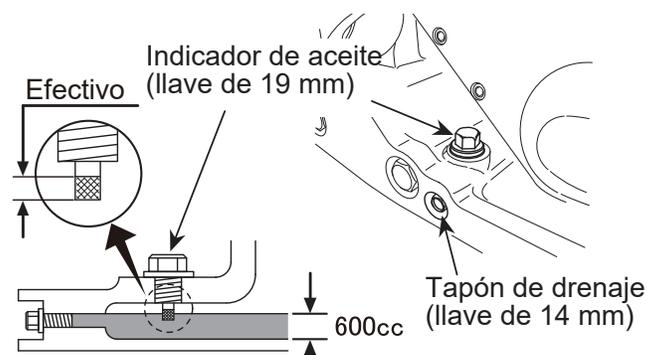

Figura 10. Comprobación del aceite del vibrador
2. Compruebe el nivel de aceite del vibrador quitando el tapón de aceite (indicador de aceite del vibrador) según se muestra en la Figura 10. Limpie el indicador de aceite y vuelva a enroscarlo. Quite de nuevo el indicador de aceite y confirme que el nivel de aceite no exceda el rayado del tapón de aceite. **¡NO LLENE EN EXCESO!**